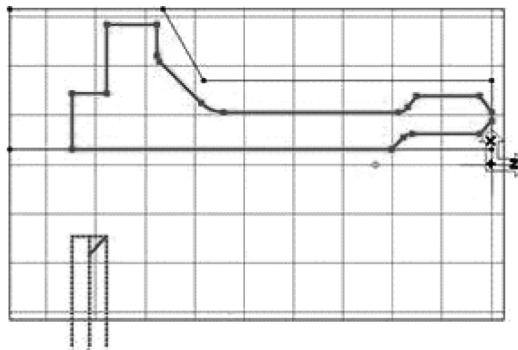

图 8-5 显示刀具路径
3) 选择视图→重绘来重新显示刀具路径 (Ctrl - R)，如图 8-5 所示。